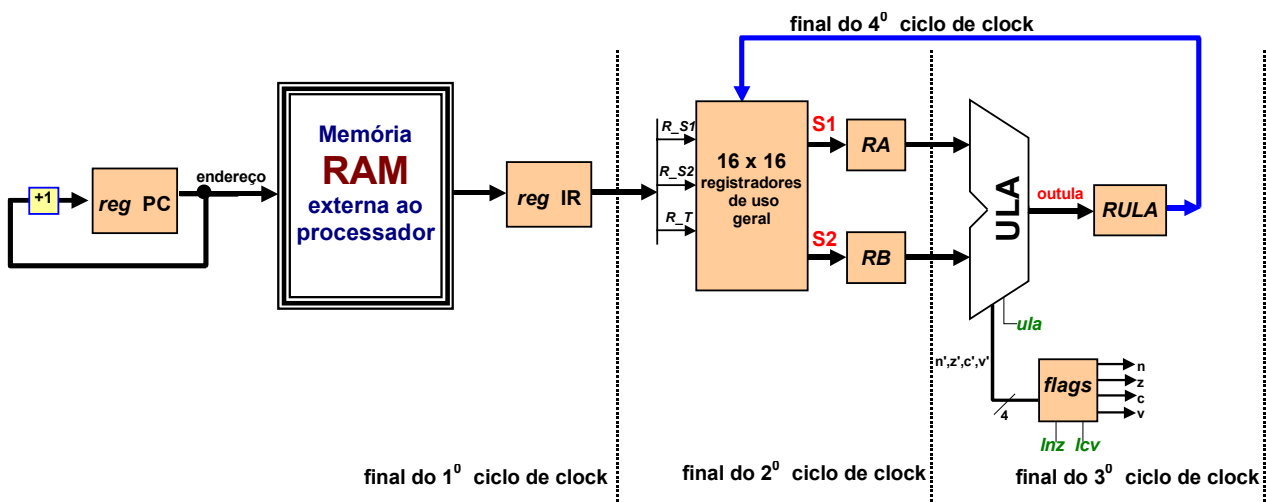

Figura 5 - Fluxo de execução de instruções lógico-aritméticas.
- A Figura 5 ilustra a execução do quarto ciclo de relógio para as operações lógico-aritméticas.